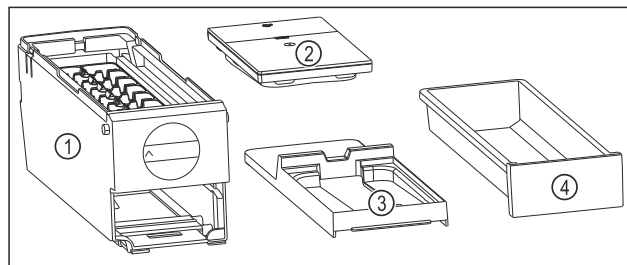

Fig. 133 Составные части EasyTwist-Ice
- ▷ EasyTwist-Ice разобран на четыре части. (см. Fig. 133)
- ▶ Разбирайте EasyTwist-Ice только на составные части, представленные на рисунке. (см. Fig. 133)
- ▶ Очищайте корпус EasyTwist-Ice Fig. 133 (1) как цельное устройство.